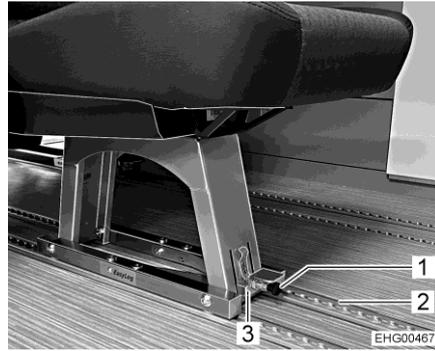

Fig. 6 Siège individuel (bloqué)
- Tirer la poignée noire (Fig. 6,1) vers l'avant.
- Tirer l'étrier métallique (Fig. 6,3) vers le haut.
Le siège individuel/la banquette double peut être déplacé sur le rail (Fig. 6,2) ou soulevé en dehors du rail.